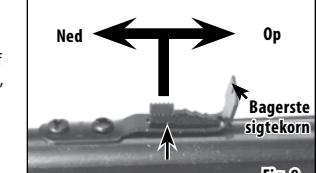

Fig. 8
- Bagerste sigtemiddel kan justeres til at skyde højere eller lavere (højdejustering). Flyt højdejusteringen på bagerste sigtemiddel tilbage, så haklet rammer højere oppe på målet. Flyt højdejusteringen på bagerste sigtemiddel fremad, så haklet rammer længere nede på målet. Når højdejusteringen endres, løftes bagerste sigtemiddel en smule og sættes i det ønskede højdejustering. (Fig. 8)